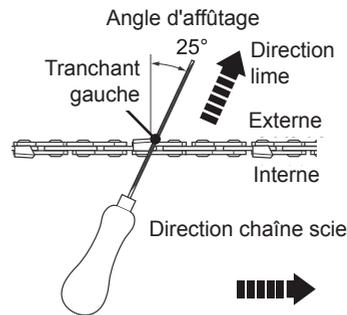

Fig. 49
- > Utiliser la lime ronde fournie (33), d'un diamètre d'1,1 fois la profondeur de la dent de coupe. Vérifier que 20 % du diamètre de la lime se trouve au-dessus du tranchant supérieur.
- > Limer perpendiculairement à la barre et à un angle de  $25^\circ$  de la direction de fonctionnement (Fig. 49).